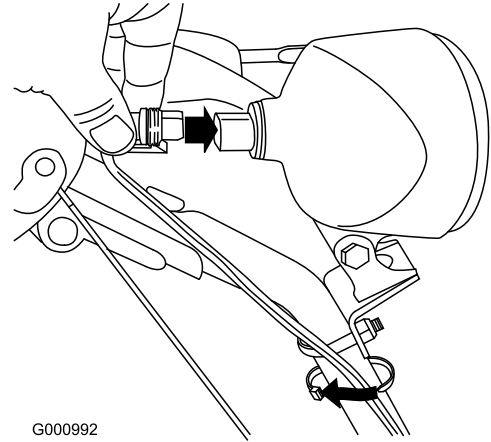

Figure 12
1. Branchez directement le connecteur qui est au bout du fil à l'arrière du phare et enfoncez-le bien en place (Figure 12).
Remarque: Assurez-vous que l'attache en plastique du connecteur se trouve en bas (Figure 12).
2. Attachez un serre-câble (pris dans le sachet de pièces détachées) autour du câble et du guidon à environ 2,5 cm (1 pouce) en dessous de l'étrier fileté (Figure 12).